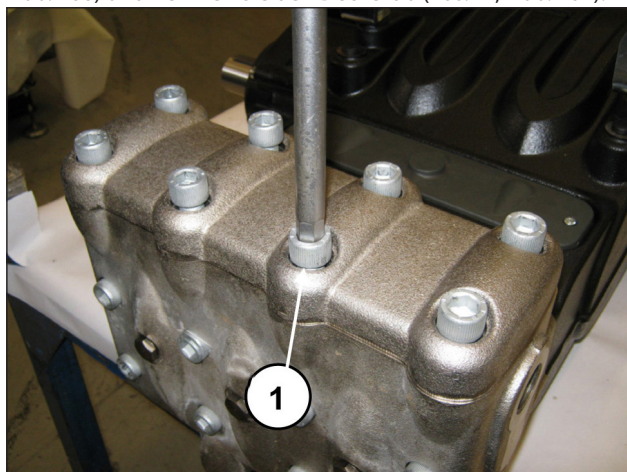
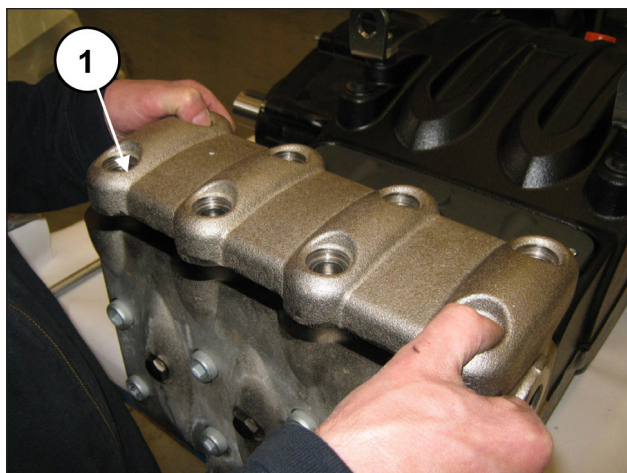

Abb. 100
Abb. 101
Lösen Sie die 8 Schrauben M16x55 des Ventildeckels (Pos. ①, Abb. 100) und nehmen Sie den Deckel ab (Pos. ①, Abb. 101).